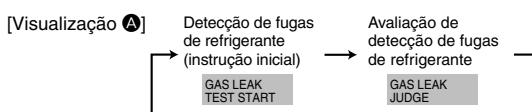

Fig. 8-2
- Prima o botão **⊕ CLOCK** (e seleccione [GAS LEAK TEST START] (Iniciar teste de fuga de gás). (Fig. 8-2)